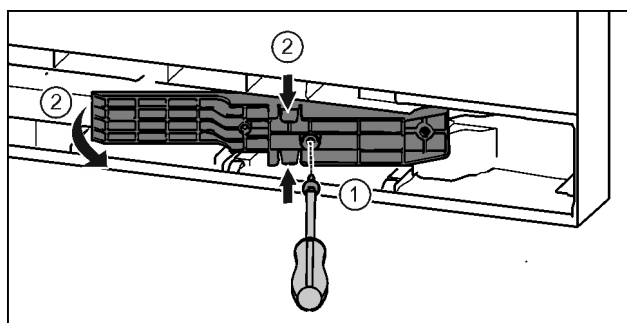

Fig. 22*
- ▶ Schrauben mit Schraubendreher T15 lösen.* Fig. 22 (1)
- ▶ Adapterstück herausziehen.* Fig. 22 (2)